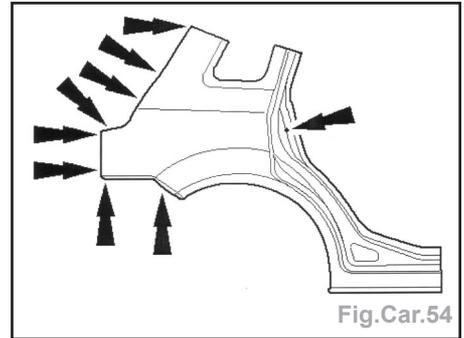

Fig.Car.54
- Réaliser le perçage (flèches) en vue de souder par bouchonnage (Fig.Car.54).